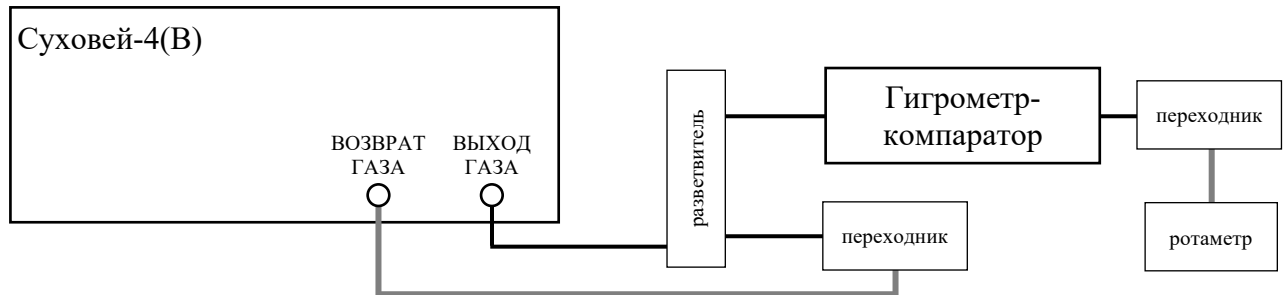

Рисунок 31 – Схема подключения гигрометра-компаратора при поверке.
10.3. При поверке генератора рекомендуется в предыдущий день подключить гигрометр-компаратор к генератору в соответствии с рисунком ниже (Рисунок 31, серыми линиями показаны пластиковые трубки, черными – металлические), затем нажать на кнопку «Выключение с просушкой».